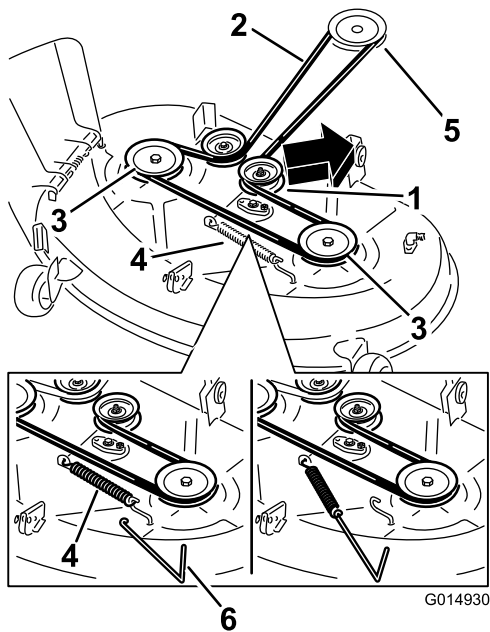
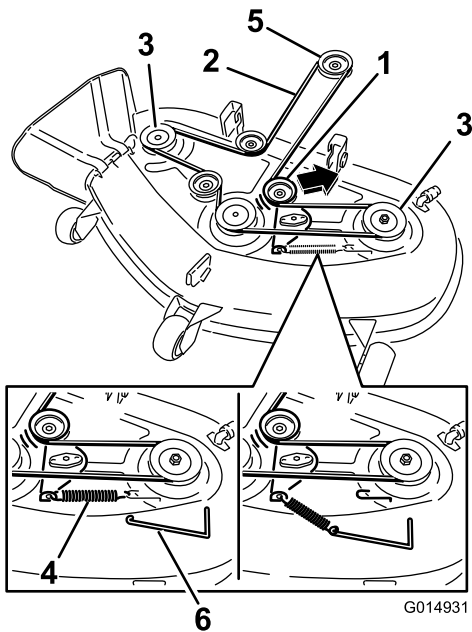

Figura 71
Figura 72
4. Utilize um removedor de molas (peça Toro n.º), remova a mola intermédia do gancho da plataforma para retirar tensão da polia intermédia e role a correia para fora das polias (Figura 71e Figura 72)
colocar tensão da polia intermédia e na correia do cortador (Figura 71 e Figura 72).
5. Coloque a nova correia em redor da polia do motor e nas polias do cortador (Figura 72).